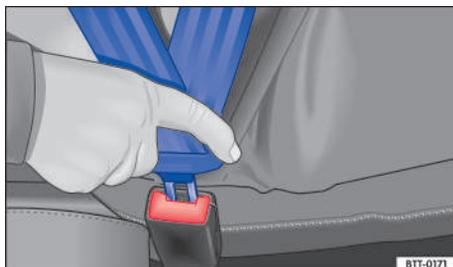

Fig. 19 Insertar la lengüeta del cinturón de seguridad en su cierre.
4. Inserte bien la lengüeta del cinturón en el cierre del cinturón correspondiente a la plaza → fig. 19.